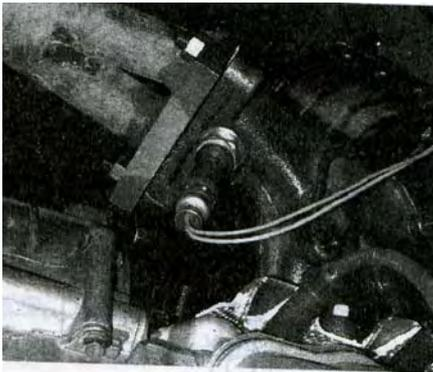
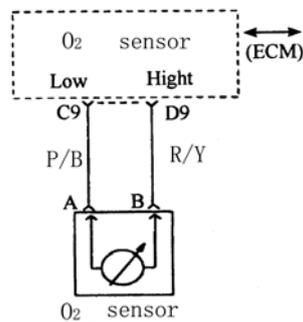

Fig. 4-28
Fig. 4-29
6) Cam position sensor( Fig. 4-28, Fig. 4-29)